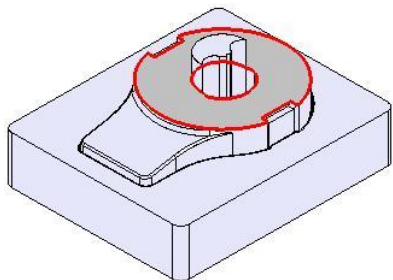
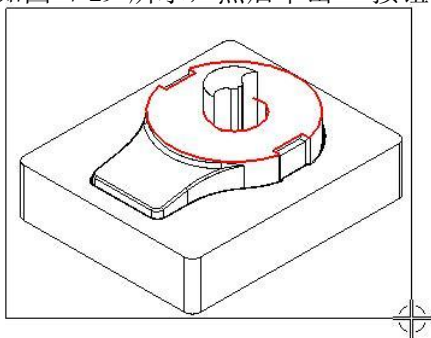

图7-28
图7-29
11. 在【特征操作】工具条中单击【缝合】按钮，弹出【缝合】对话框。选择片体，如图 7-28 所示，框选所有片体，如图 7-29 所示，然后单击 确定 按钮将所有片体合并为一个实体。